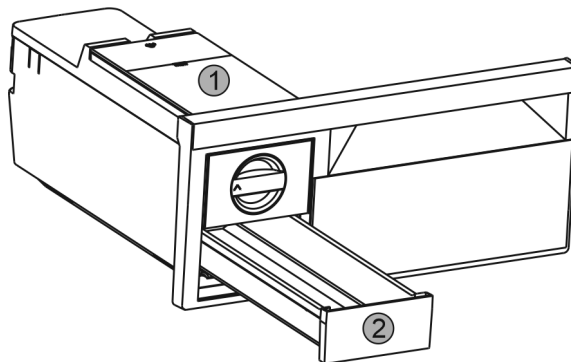

Fig. 49
- Odoberte nádržku na vodu Fig. 49 (1) a zásuvku na kocky ľadu Fig. 49 (2).